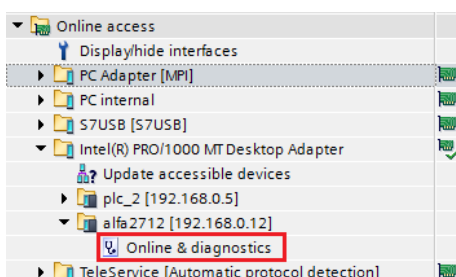

Figura 98 – Acesso aos parâmetros de configuração
- Selecione o modo "Online & diagnostics" para acessar os parâmetros Figura 98;